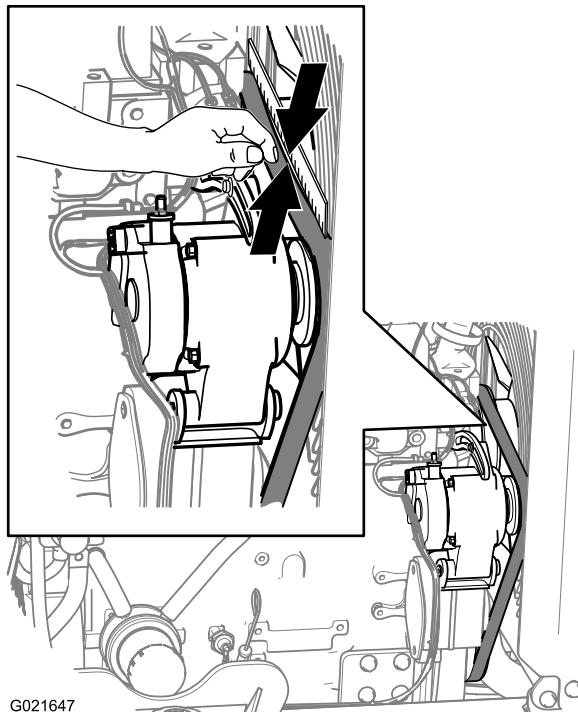

Bild 114
3. Prüfen Sie den Riemen auf Schnitte, Risse, lose Stränge, Fett, Öl, Verdrehungen oder Zeichen ungewöhnlicher Abnutzung (Bild 114).
3. Legen Sie eine gerade Kante über den Treibriemen und über die Riemscheiben, siehe Bild 114.
4. Drücken Sie in der Mitte zwischen der Lüfterriemscheibe und der Riemscheibe der Lichtmaschine auf den Riemen, wie in Bild 114 abgebildet.